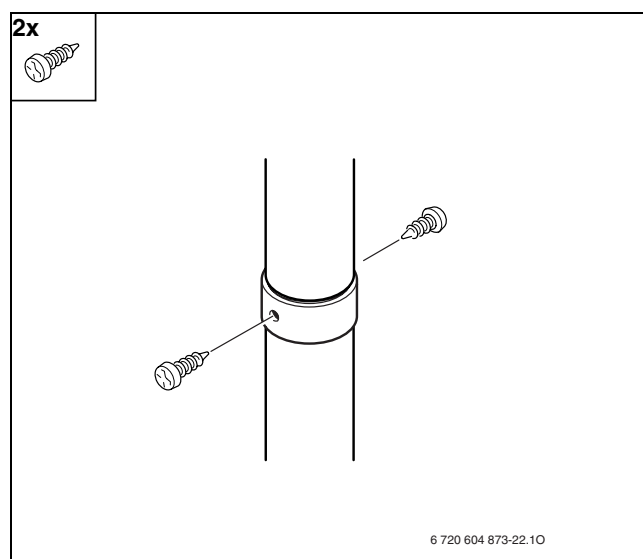

Fig. 38
► Utilizzando le viti incluse, assicurare i condotti per l'aria comburente (Fig. 38).